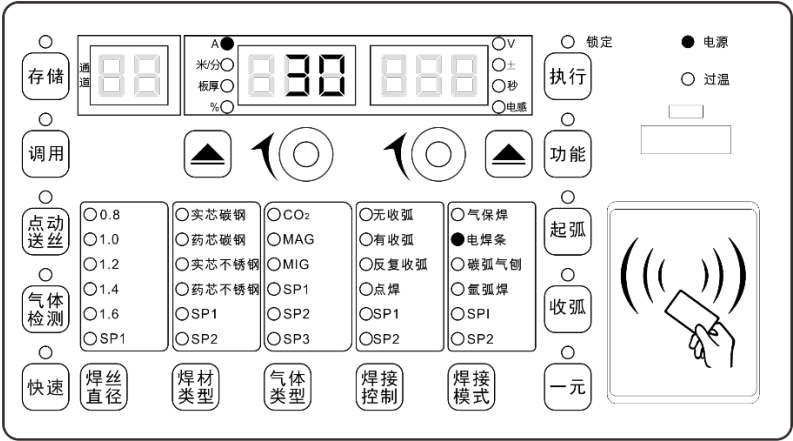

图3-35 专业版焊接电源电焊条设置界面
3. 参数设置完成后可进行电焊条焊接。面板显示如图 3-35 所示。